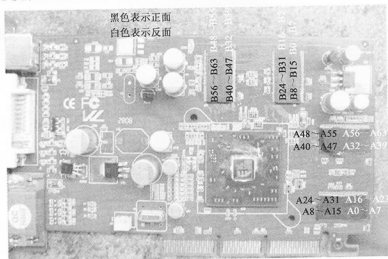

图 5-70 显存分布图
- (3) 使用短接数据线法找出此卡的显存数据位分布图，如图 5-70 所示。